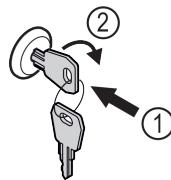

Fig. 190
- Ispauskite raktą. Fig. 190 (1)
- Pasukite raktą 90° pagal laikrodžio rodyklę. Fig. 190 (2)